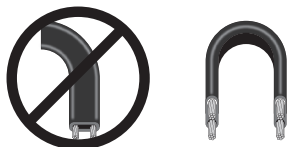

Рис. 3
4.1.3. Кабель должен изгибаться исключительно перпендикулярно плоскости его жил (см. рис. 3).